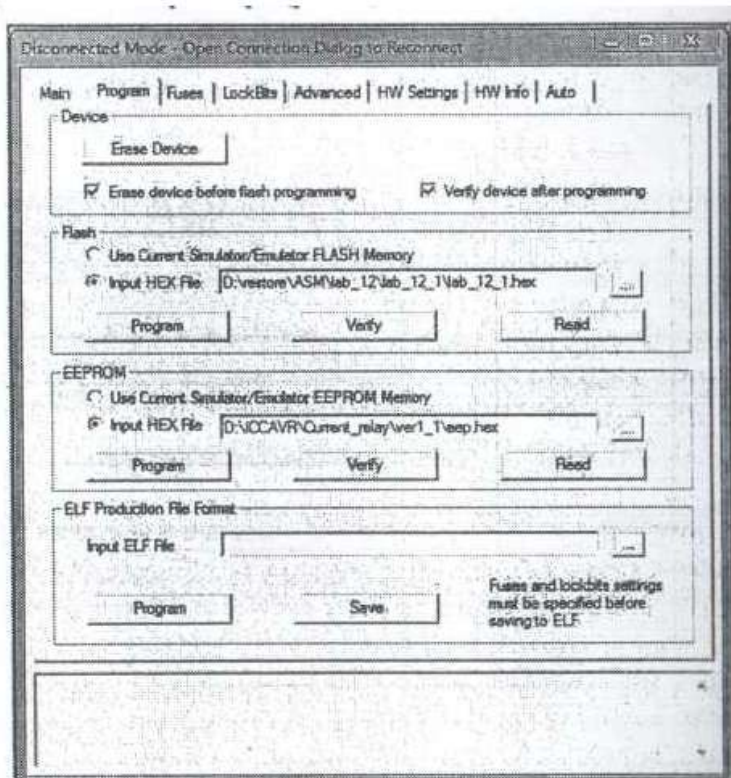

Рис. 6. Окно программирования микроконтроллера
- если номер USBCOM-порта соответствует указанным требованиям, то происходит подключение микроконтроллера к среде AVR-Studio и появляется окно программирования контроллера (рис. 6);